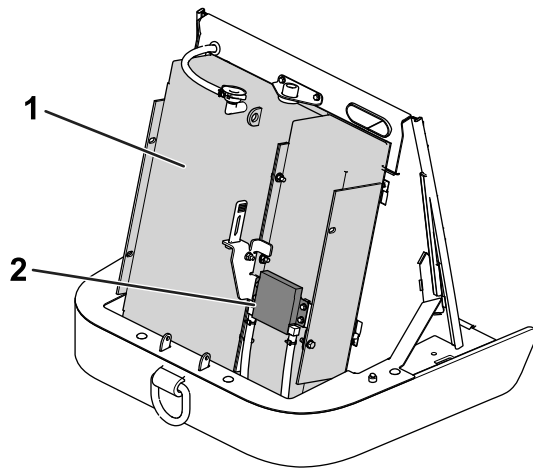

図 110
3. 圧縮空気を使ってラジエーター/燃料クーラ部をていねいに清掃する 図 110。